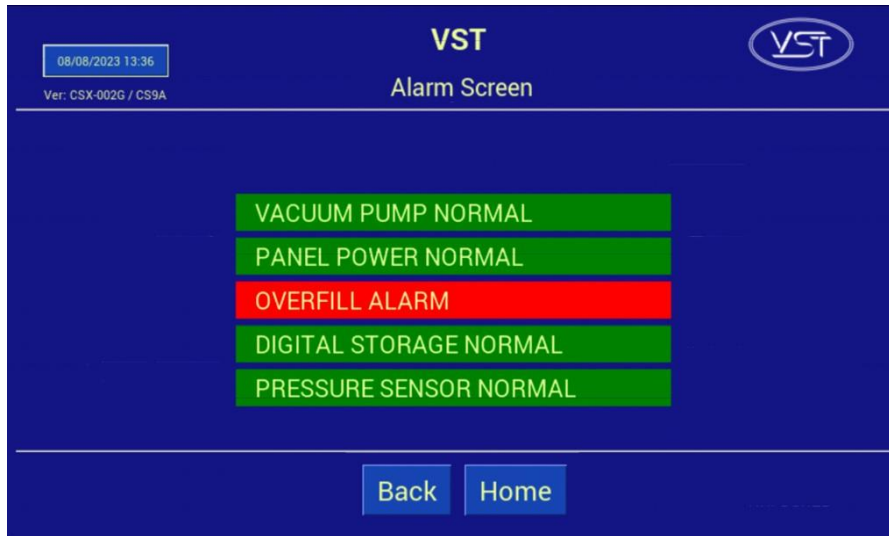

Figura 8-22: Pantalla de alarma del PLC de la GREEN MACHINE
- La alarma de sobrellenado del controlador del panel de control de VST está activa cuando la alarma de sobrellenado del sistema de administración de combustible está activa. **Vea la figura 8-22.**